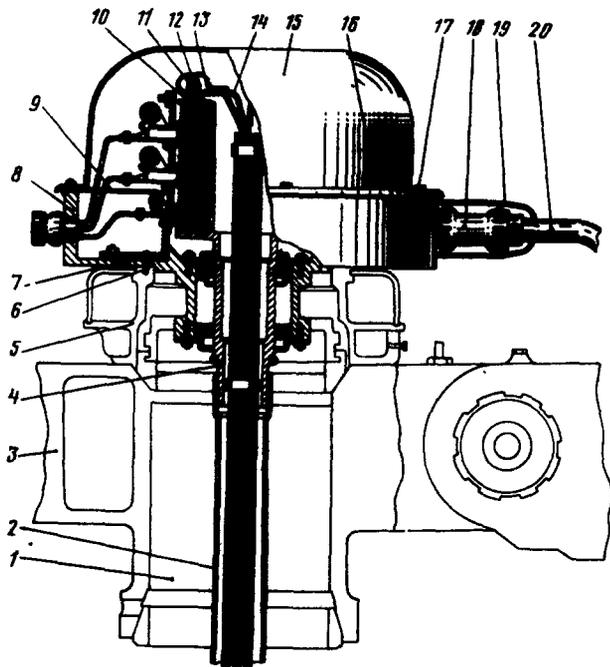

Рис. 123. Установленный токосъемник несущего вала:
1. Разъединить штепсельные разъемы 18 (рис. 123) у токосъемника, сдвинув предварительно с них резиновые чехлы 19.
1. После расконсервации снять с токосъемника крышку 15 (см. рис. 123).